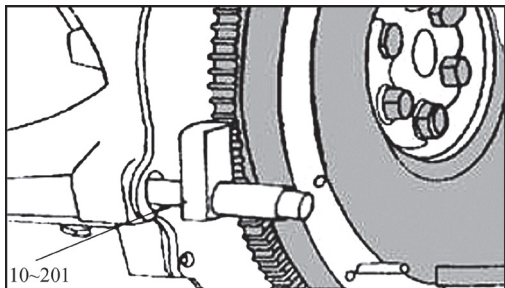

图 2-8 用专用工具固定飞轮
(1) 离合器紧固螺栓的拆卸方式如图 2-8 所示。用专用工具将飞轮固定，首先拆下离合器的紧固螺栓，要按照对角线顺序分 2~3 次拧松螺栓。
- (2) 取下离合器压盘。
- (3) 取下离合器摩擦片。